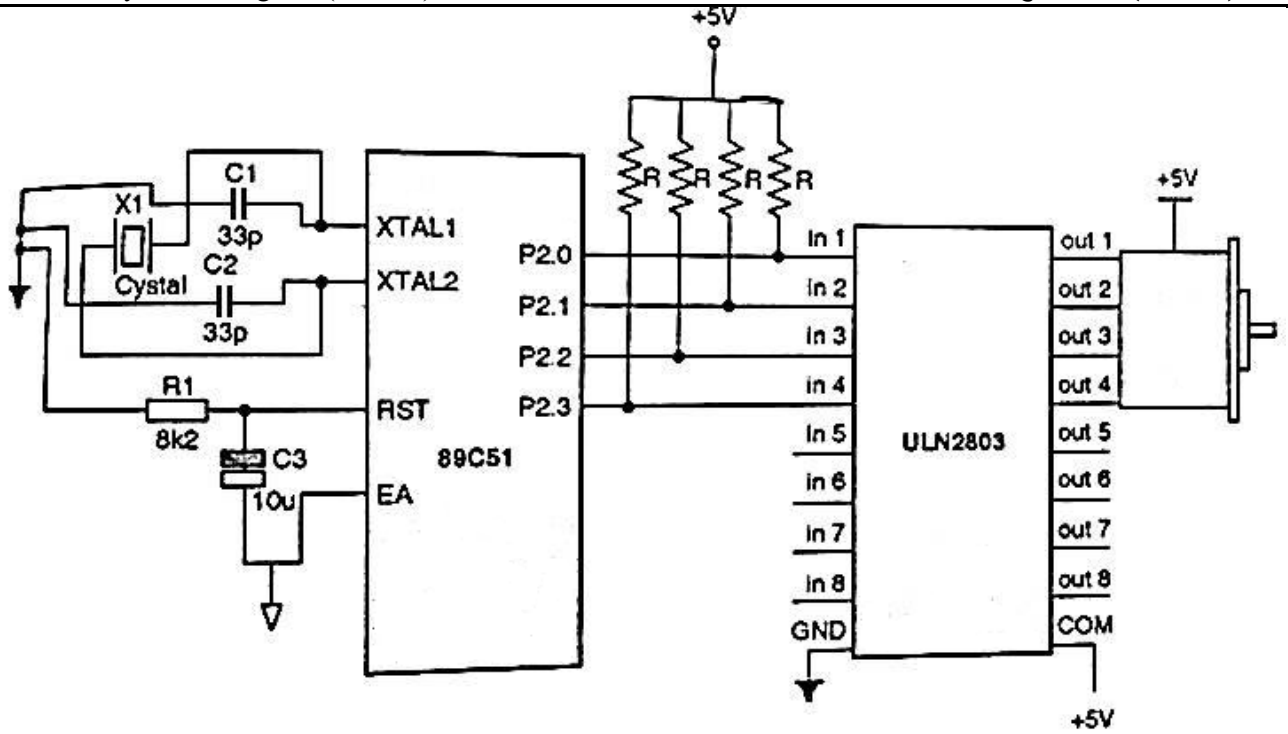

FIGURE. 5.2.2 ULN2003 वापरून स्टेपर मोटरचे 8051 मायक्रोकंट्रोलरसह इंटरफेसिंग
5.2.2 89C51 मायक्रोकंट्रोलरसह स्टेपर मोटरचे इंटरफेसिंग -FIGURE 5.2.2 मध्ये ULN2003 डार्लिंग्टन अरे वापरून 8051 मायक्रोकंट्रोलरसह स्टेपर मोटरचे इंटरफेसिंग दाखवले आहे. पोर्ट 1 चे चार पोर्ट पिन P1.0, P1.1, P1.2 आणि P1.3 ULN2803 डार्लिंग्टन अॅरेशी जोडलेले आहेत.